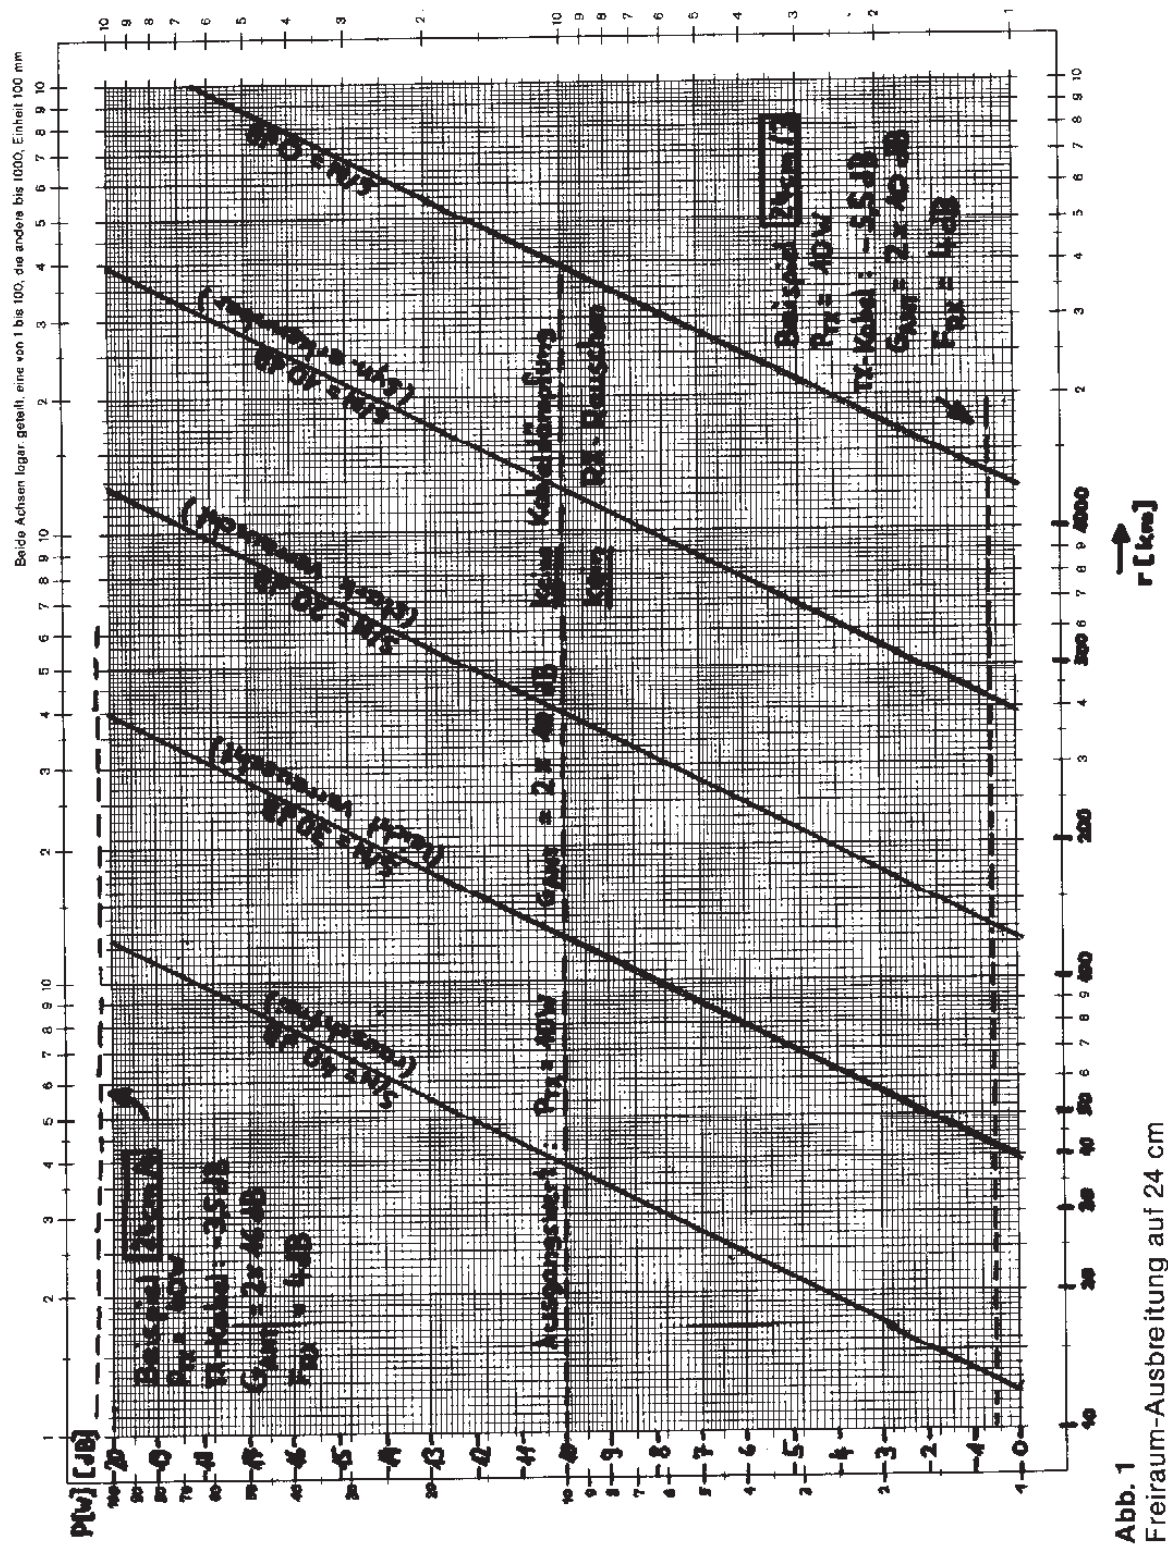

Abb. 1
In **Abb. 1** ist die Formel (1) für die Freiraum-Ausbreitungsdämpfung in Form eines Diagramms dargestellt. Zugrundegelegt für die Empfängerempfindlichkeit ist die Bandbreite eines TV-Empfängers von 5,5 MHz.